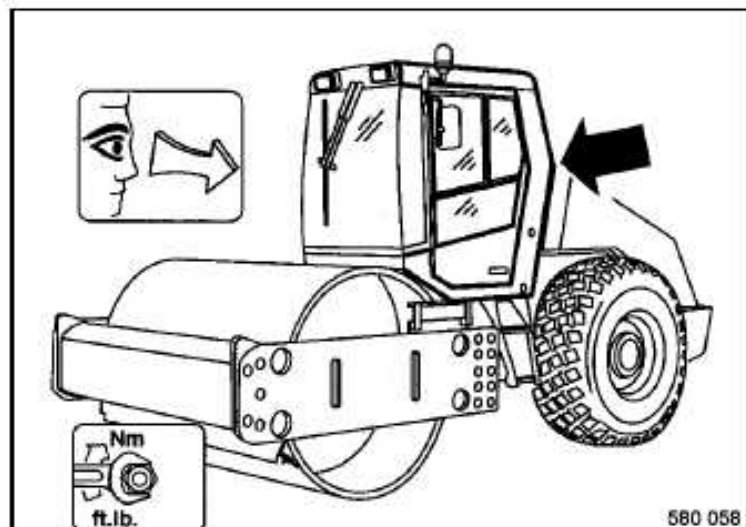

Fig. 146
- Comprobar la cabina, y especialmente la estructura del ROPS (Fig. 146) por grietas, corrosión, daños y piezas de fijación ausentes.